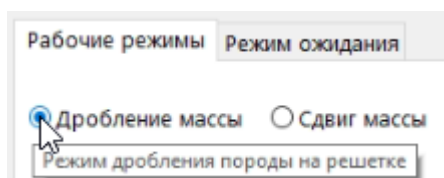

Рисунок 2. Выбор режима дробления горнорудной массы
- 1) Установить переключатель рабочих режимов в значение «Дробление массы» в меню выбора режима работы модуля визуализации (рис. 2);